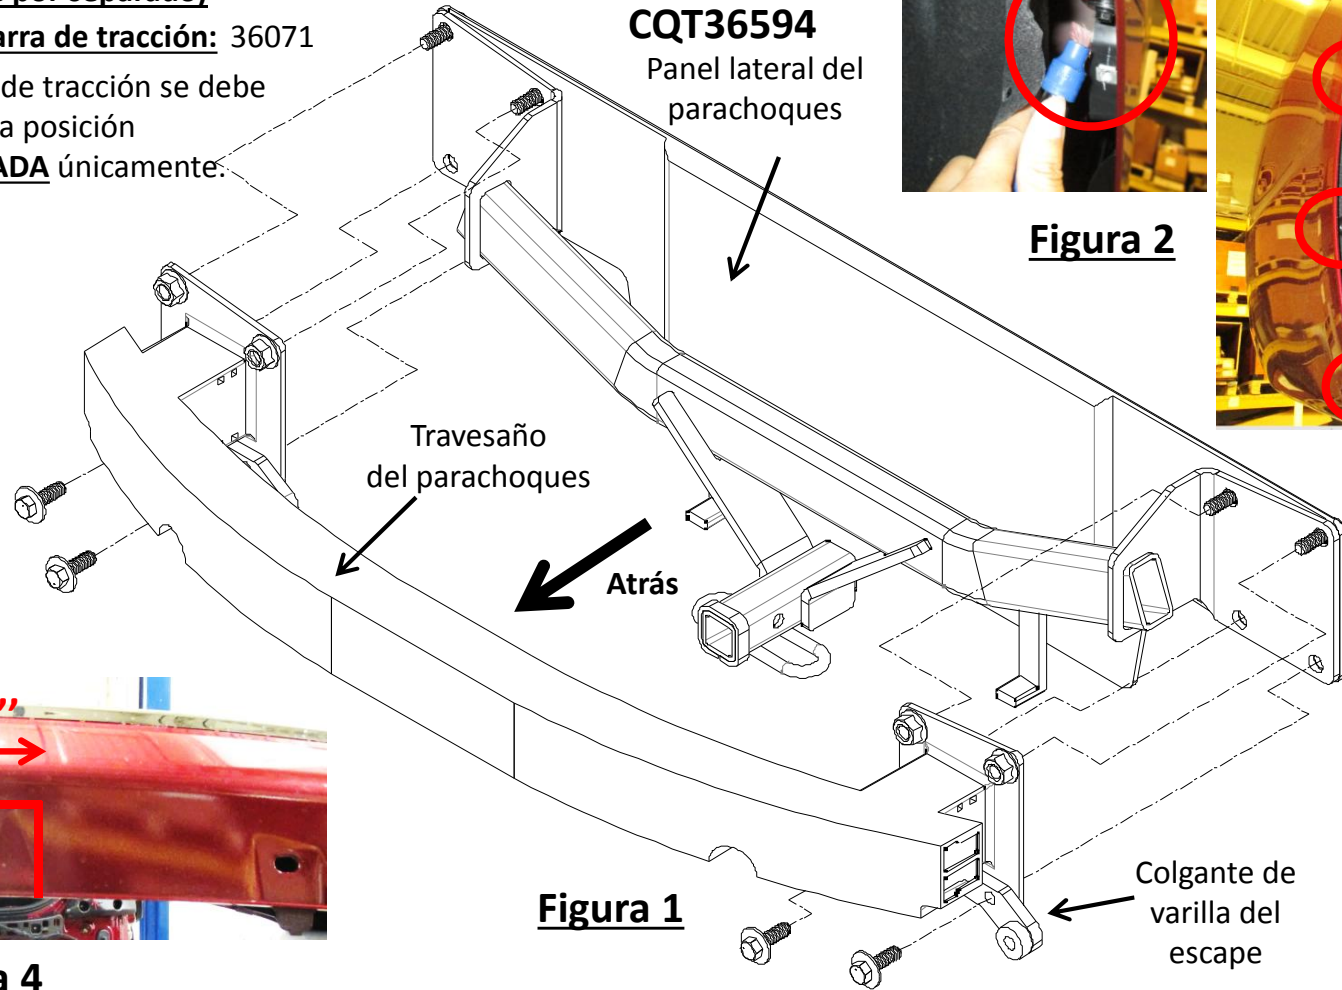

Figura 1
- Instalación del enganche:** Levantar el enganche y alinear los 2 orificios superiores en el enganche con los vástagos en el panel lateral del parachoques. Levantar el travesaño del parachoques y los colgantes de varilla del escape para poner el enganche en el medio, ver la **Figura 1**. Reutilizar las tuercas mariposa y los pernos para fijarlos sin apretar.
3. Instalación del enganche: Levantar el enganche y alinear los 2 orificios superiores en el enganche con los vástagos en el panel lateral del parachoques. Levantar el travesaño del parachoques y los colgantes de varilla del escape para poner el enganche en el medio, ver la **Figura 1**. Reutilizar las tuercas mariposa y los pernos para fijarlos sin apretar.